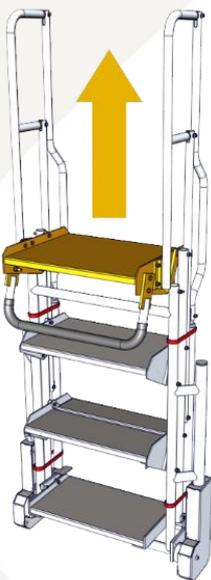

Figura 3- içamento
Passo 2 – Faça o içamento à partir do último degrau conforme Figura 3- içamento